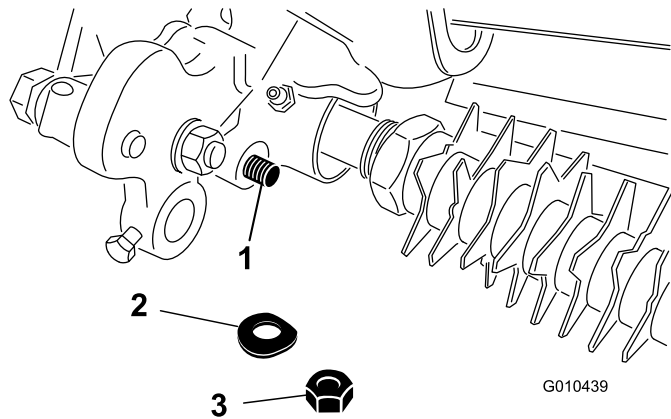

Figura 4
4. Remova a porca de bloqueio e anilha que prende a extremidade da barra do conjunto do braço da altura de corte ao conjunto da transmissão do rastelo (Figura 4).